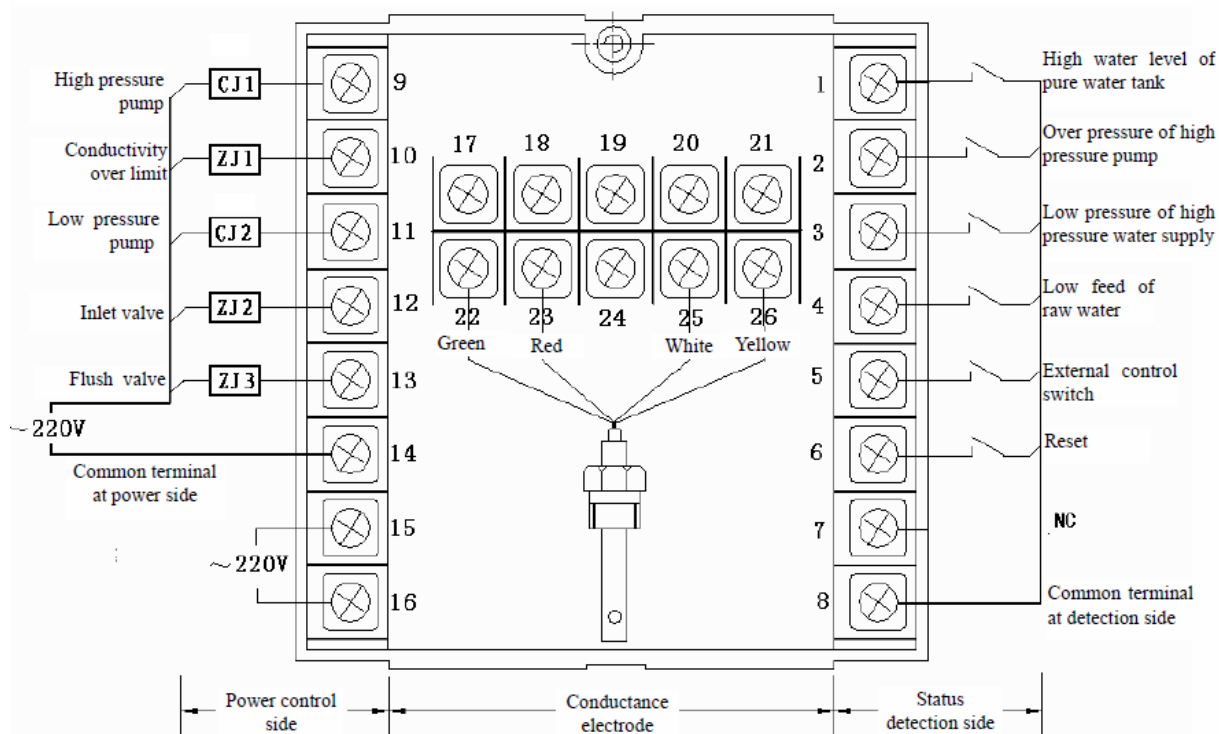

Рис. 3. Задняя панель контроллера
**Назначение присоединительных клемм (нумерация согласно Рис.3):**